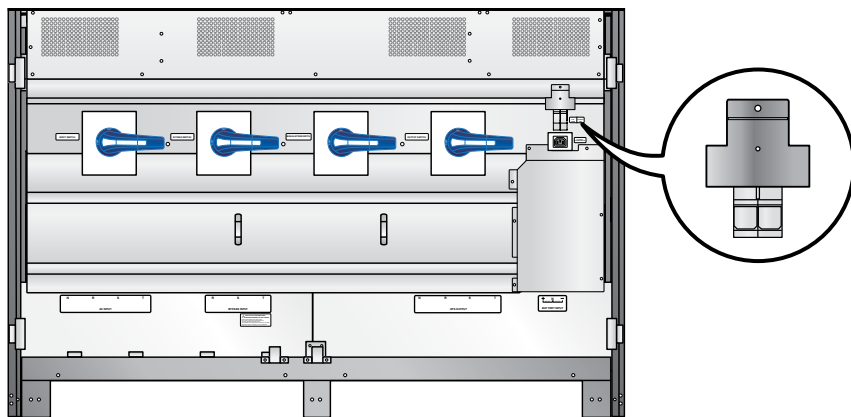

Рис. 7-2. Закройте держатель предохранителя вспомогательного питания
2. Разность напряжений между зажимами нейтрали (N) и заземления (\ominus) не превышает 3 В.
4. Держатель предохранителя вспомогательного питания закрыт. См. **Рис. 7-2**.